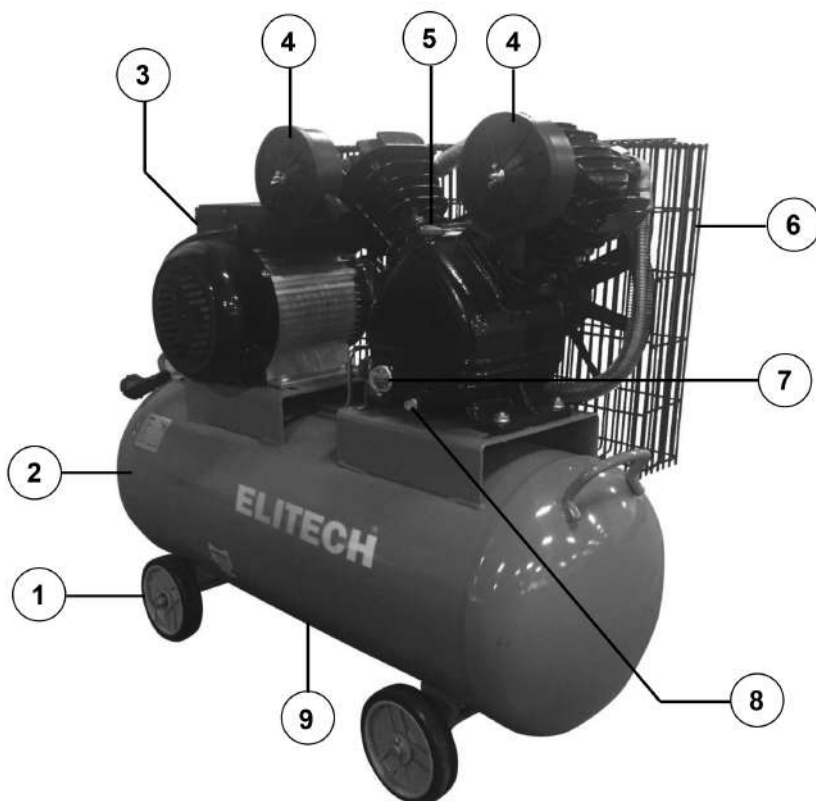
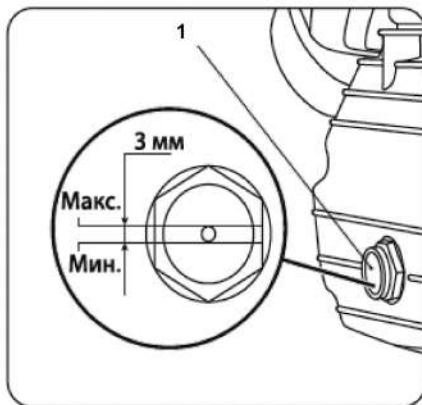

Рис. 1
Рис. 4
Рис. 1а
5. Компрессор поставляется заправленный компрессорным маслом. Проверьте уровень масла в картере, при необходимости долейте масло в картер. Снимите с маслоналивного отверстия пробку 5 (рис. 1) и залейте масло до максимального уровня (до красной отметки) в смотровом окне 1 (рис. 4).
2. Подставить под пробку маслосливного отверстия сборную емкость и открутить пробку маслосливного отверстия 8 (рис. 1).